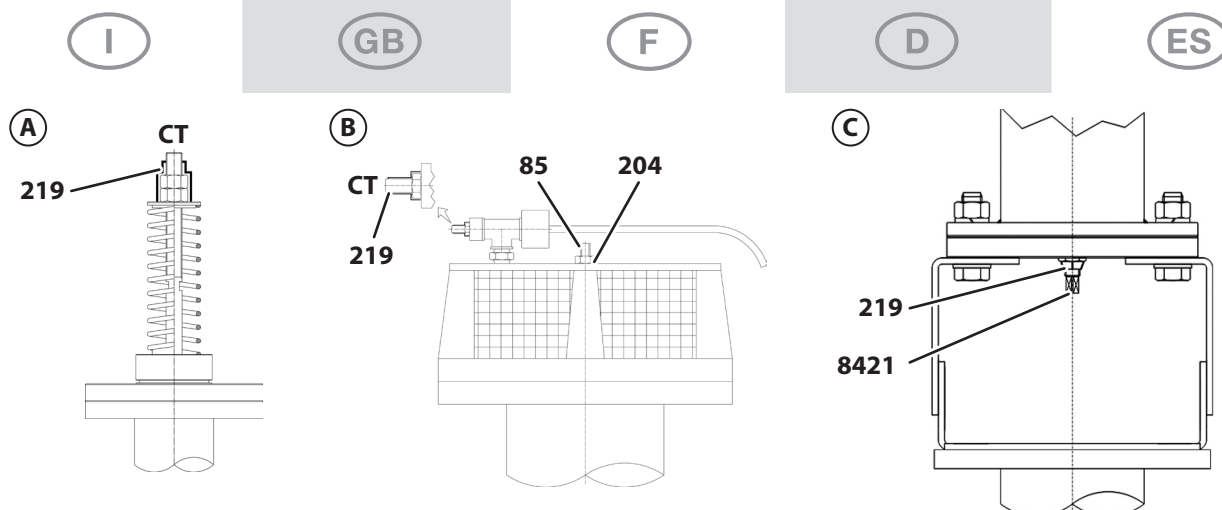

Fig.10
Se la valvola è dotata di sigillo nero CT (vedere Fig.10) è stata tarata in Robuschi. **NON** procedere all'operazione di taratura.
If the valve has a black CT seal (see Fig.10), it was set by Robuschi. **DO NOT** carry out the setting procedure.
Si la soupape est dotée d'un scellé noir CT (voir Fig. 10), c'est qu'elle a été tarée par Robuschi. **NE PAS** procéder au tarage.
Wenn das Ventil über schwarze Plombierung CT (siehe Abb.10) verfügt, wurde es bei Robuschi geeicht. **Eichen Sie es NICHT.**
Si la válvula está dotada de un sello negro CT (véase la Fig.10), ha sido calibrada en Robuschi. **NO** proceda a la operación de calibrado.
7.4.1 Funzionamento in pressione /P e /C (valvola RVP)(Fig.10-A)
7.4.2 Funzionamento in pressione /P (valvola VSM /P)(Fig.10-B)
7.4.1 Pressure operation /P and /C (RVP valve)(Fig.10-A)
7.4.2 Pressure operation /P (VSM /P valve)(Fig.10-B)
7.4.1 Fonctionnement en pression /P et /C (vanne RVP) (Fig. 10-A)
7.4.2 Fonctionnement en pression /P (vanne VSM /P) (Fig. 10-B)
7.4.1 Druckbetrieb /P und /C (Ventil RVP) (Abb.10-A)
7.4.2 Druckbetrieb /P (Ventil VSM) (Abb.10-B)
7.4.1 Funcionamiento a presión /P y /C (válvula RVP)(Fig.10-A)
7.4.2 Funcionamiento a presión /P (válvula VSM /P)(Fig.10-B)
7.4.3 Funzionamento in vuoto /V (valvola RVV)(Fig.10-C)
7.4.3 Vacuum operation /V (RVV valve)(Fig.10-C)